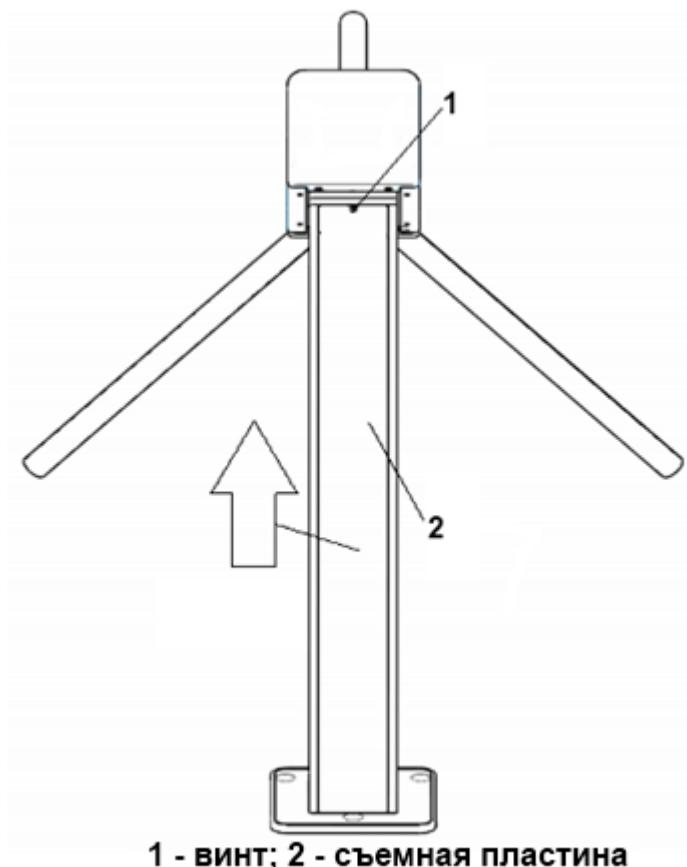

Рисунок 6 – Демонтаж съемной пластины стойки турникета
Рисунок 6 – в стойке турникета смонтирована съемная изогнутая пластина (2) из нержавеющей стали для быстрого доступа к месту укладки управляющих кабелей. Чтобы пластину снять, надо открутить винт (1) и сдвинуть пластину вверх.